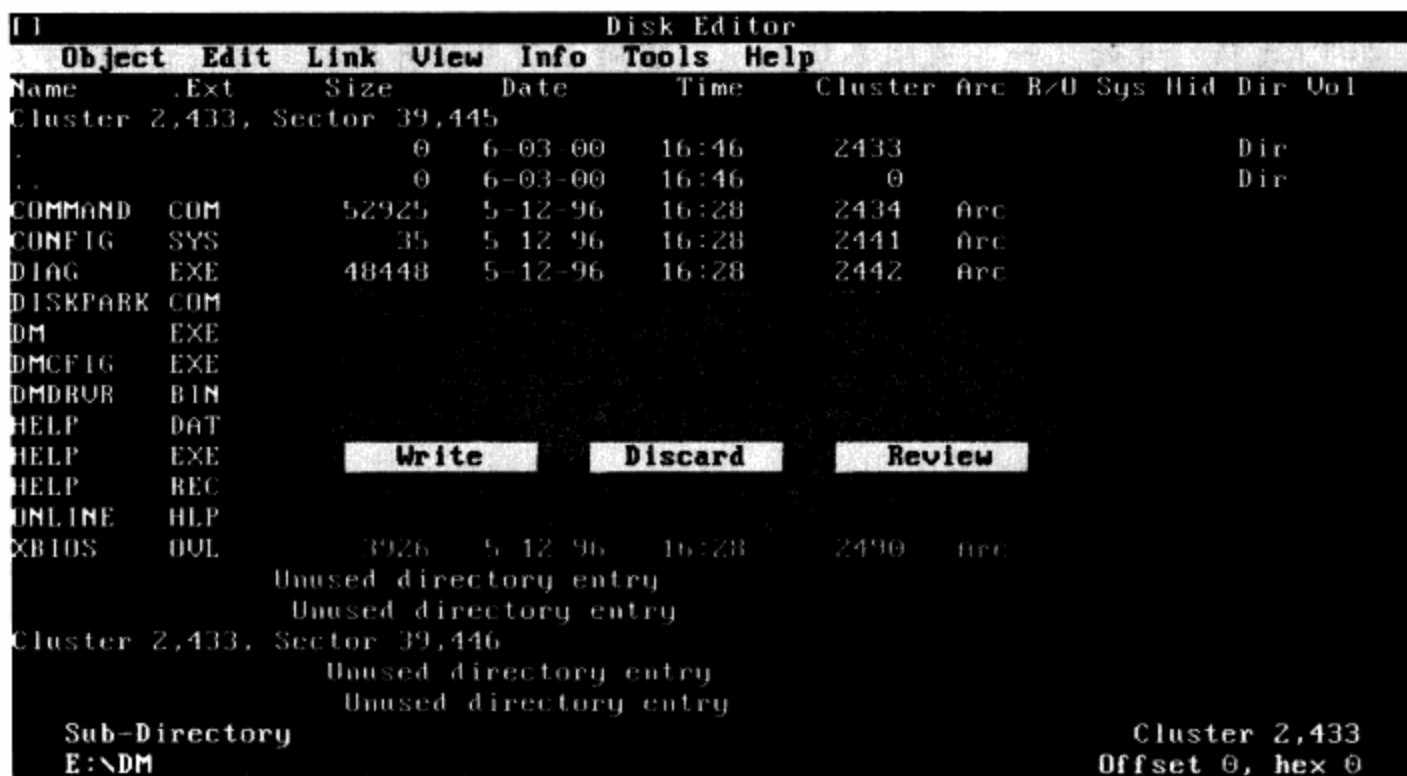

图13-16 修改目录项参数后存盘
**步骤 06** 修改完成后存盘。修改完并经检查无误后，按Esc键。此后屏幕上将出现对修改完成后的存盘列出几种选择。如图13-16所示。